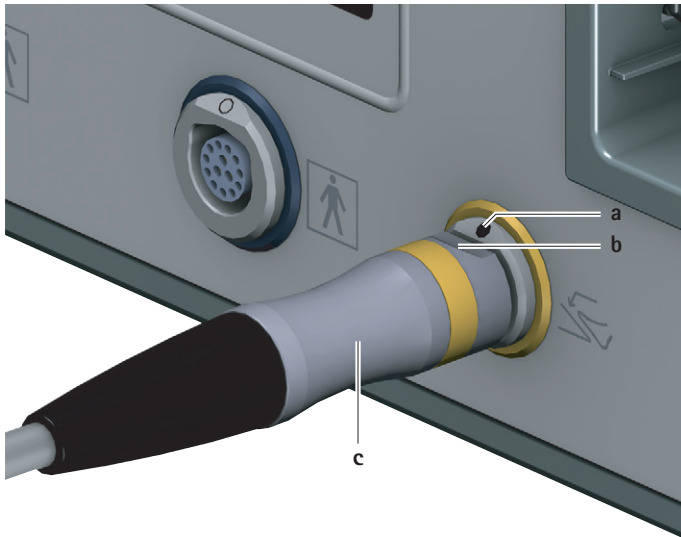

Abb. 2 Fußsteuerung anschließen
- Stecker der Fußsteuerung **c** so ausrichten, dass die Markierung **b** auf dem Stecker mit der Markierung **a** auf der Anschlussbuchse Fußsteuerung **6** übereinstimmt, siehe Abb. 2.
- Stecker der Fußsteuerung **c** aus Anschlussbuchse Fußsteuerung **6** ziehen, siehe Abb. 2.